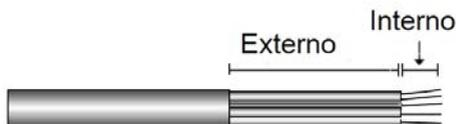

Figura 14: Pelado del aislamiento - CA
3. Pelar 8 mm del aislamiento del hilo de puesta a tierra (ver la *Figura 14*).